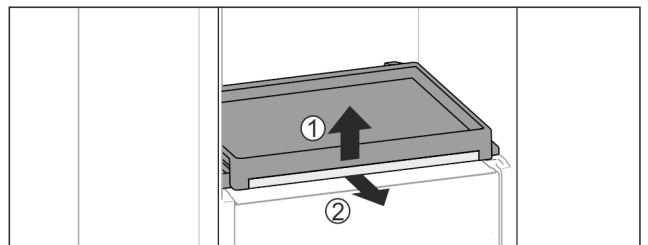

Fig. 42
- ▶ Retirar el estante extraíble con la plancha de cristal: levante ligeramente la parte delantera de la plancha de cristal Fig. 42 (1) y extráigala hacia delante Fig. 42 (2).